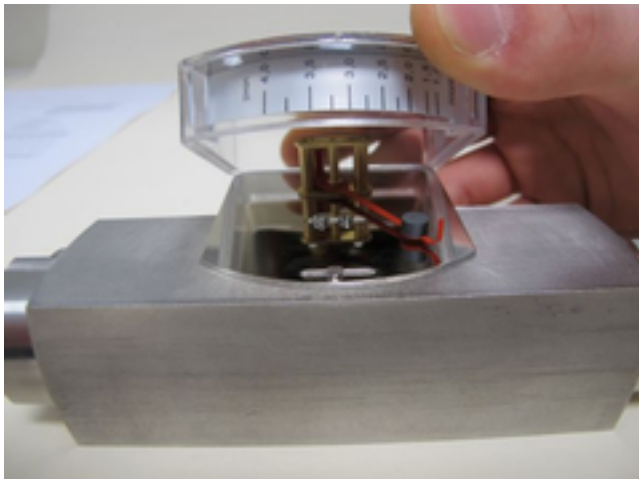

Abb. 44: Anzeigengehäuse abnehmen
2. ➤ Anzeige-Deckelplatte gemeinsam mit Kunststoffgehäuse vorsichtig nach oben von der Anzeige-Bodenplatte abziehen (Abb. 44) und entnehmen. Darauf achten, dass das Zeigerwerk nicht beschädigt wird